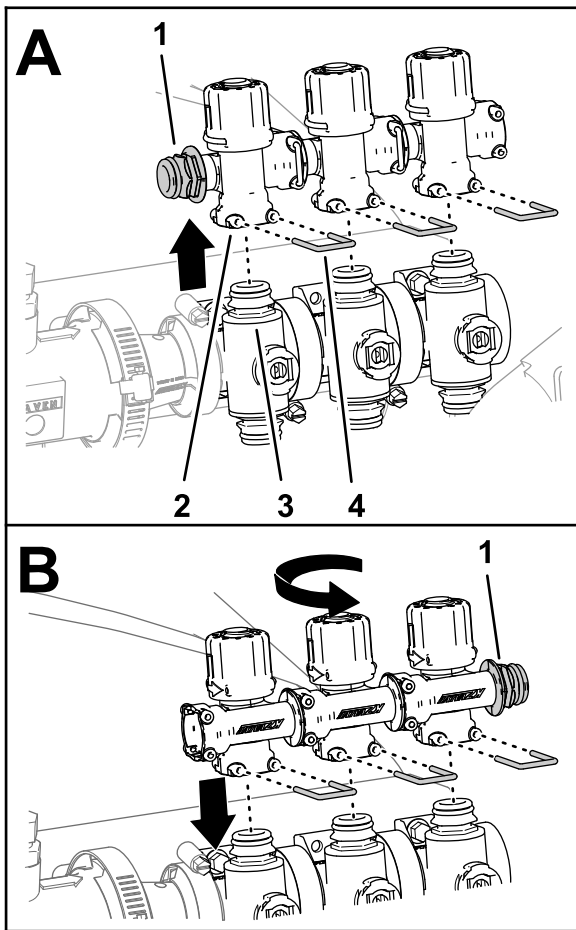

Figura 66
4. Rimuovete i 3 fermi che fissano le 3 valvole di bypass alle valvole delle sezioni di sinistra, destra e centrale (Figura 66).
5. Sollevate le valvole di bypass dalle valvole di sezione (Figura 66).
6. Ruotate le valvole di bypass di 180° e montatele sui raccordi a disinnesto rapido delle valvole di sezione (Figura 66).
7. Fissate le 3 valvole di bypass alle valvole di sezione con i 3 fermi che avete rimosso al passaggio 4 (Figura 66).